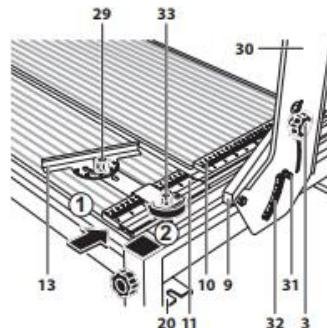

Рис. 11
Настройка угла косого реза (рис. 11)
- отпустите винт (33) (рис.11) фиксации кронштейна транспортира;
- затяните винт (33) (рис.11).
- отпустите винты-барашки (3) (рис.11) фиксации наклона головки диска (с обеих сторон силовой балки (5) (рис.1) на кронштейнах стоек (9) (рис.1);
- проверьте показания указателя шкалы (32) (рис.11) (под винтом 3).
При отличии его показаний от нуля, отпустите винт крепления указателя (31) (рис.11) и, отрегулировав его положение, затяните винт.
- установите регулируемый упор с транспортиром (13) (Рис.1) напротив деления на упорной линейке (11) (Рис.1) (например 10 см) и зафиксируйте его винтом (33) (Рис.11). Угол транспортира установите в положение 0°;